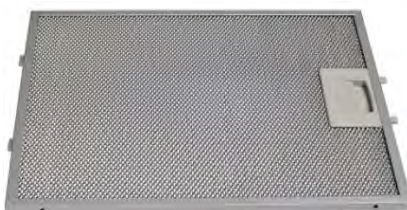

Рис. 2
2. Снимите алюминиевый жирособиравший фильтр (рис. 2).
7. Установите жироулавливающий фильтр (рис. 2).
Для отсоединения алюминиевого фильтра (рис. 2) следует нажать на пружинный замок на фильтре и вынуть его. Установка фильтра производится в обратном порядке. Следует нажать на пружинный замок на фильтре и установить его на место, после чего замок отпустить.